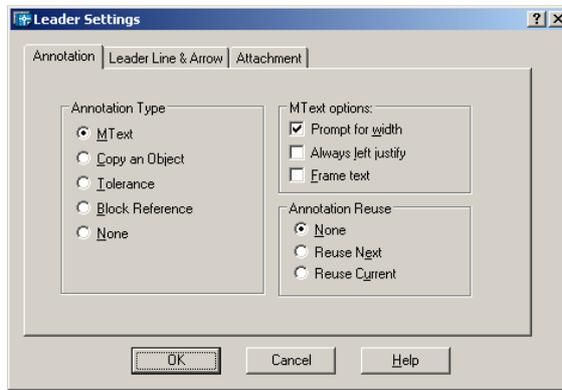

Рис. 55. Диалоговое окно параметров выноски
- на вкладке Annotation, показанной на рис. 55, задается тип пояснения, для которого строится выноска. В качестве пояснений могут использоваться многострочный текст, копии объектов, рамки допусков формы и расположения, блоки. Параметр Copy an Object позволяет использовать в качестве пояснения уже имеющийся объект, не создавая новый. Здесь можно также указать режимы многострочного текста и настроить повторное использование пояснения для последующих выносок;